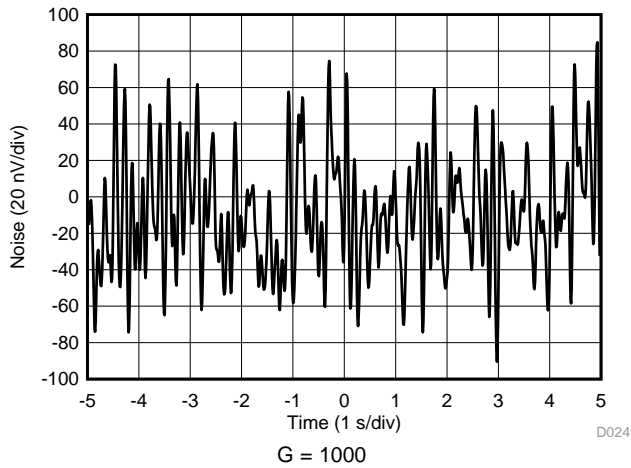

图 25. 0.1-Hz to 10-Hz RTI Voltage Noise
0.1-Hz to 10-Hz RTI Voltage Noise, $G = 1000$	图 25